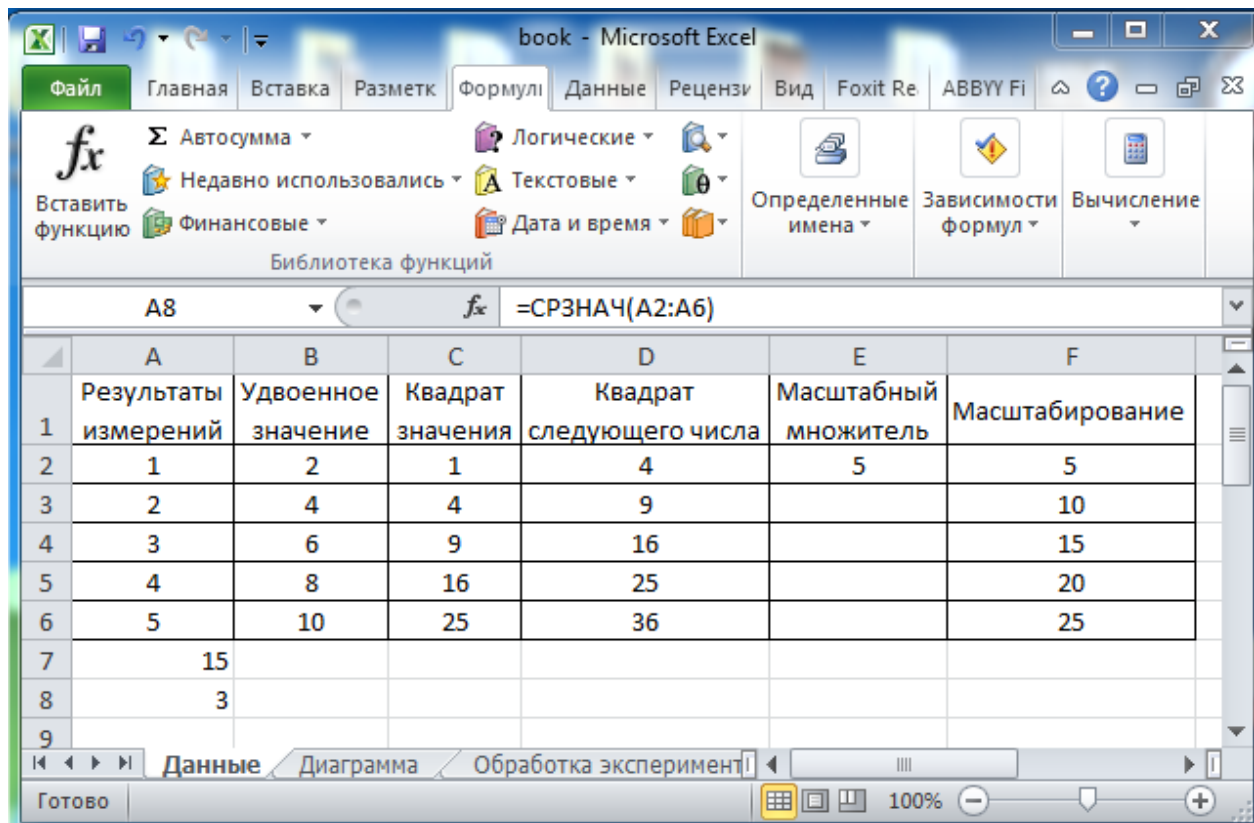

Рисунок 3 – Итоговые функции
9) Выполните команду контекстного меню диаграммы Переместить диаграмму. В появившемся окне Перемещение диаграммы подтвердите положение диаграммы на имеющемся листе и нажмите ОК (см. рисунок 3).